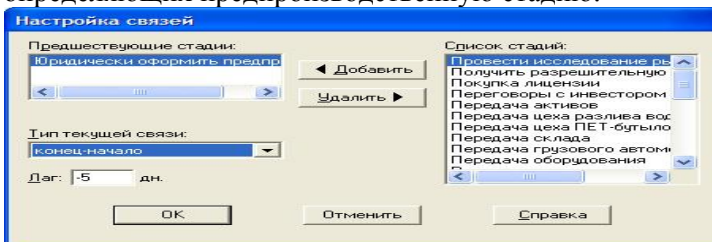

Рис. 2.3. Окно настройки связей этапа проекта
6. Оставаясь в позиции формируемого этапа открыть окно «Настройка связей» двойным нажатием на позицию окна «Предшествующие стадии» (рис.2.3.). В этом окне из списка стадий выбрать предшествующую стадию (клавишей «Добавить») и установить «Тип текущей стадии» и «Лag». Окно закрыть (ОК) и перейти на следующую строку для формирования следующего этапа.